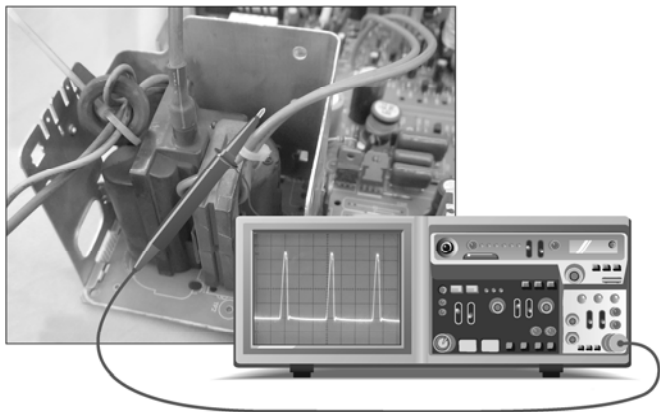
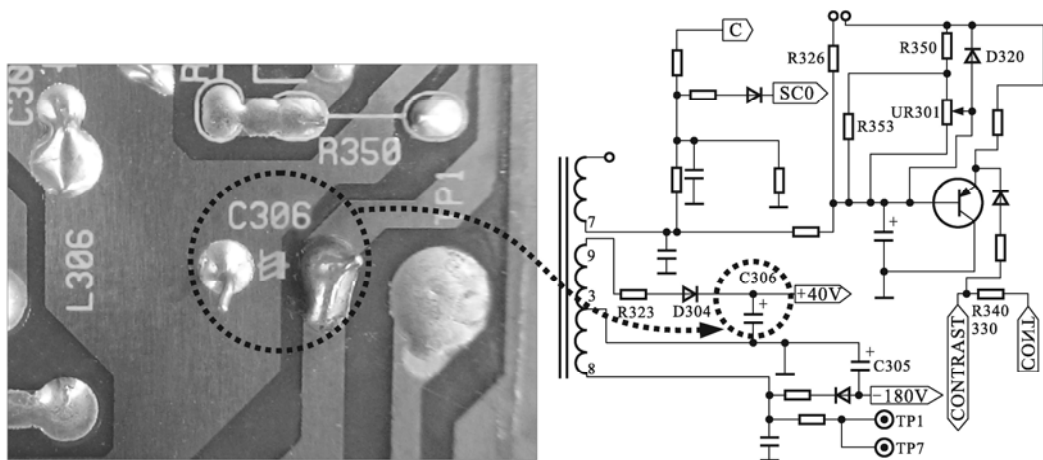

图 5-3 检测高压变压器感应脉冲信号
图 5-4 C306 的背部引脚焊点与电路对照图
检测高压电路时, 需要在通电状态下检测, 将示波器接地夹接地, 示波器探头靠近高压变压器的磁心部分, 由于变压器输出的脉冲电压很高, 所以通过绝缘层就可以感应到行脉冲信号, 具体操作及信号波形如图 5-3 所示。若检测有感应脉冲信号, 则说明行输出电路和高压电路基本正常。
若高压变压器没有检测到如图 5-3 所示的感应脉冲信号，需要检测 T302 的⑨脚是否有 40V 电压输出，即检测电容 C306 两端电压。图 5-4 为 C306 的背部引脚焊点与电路对照图。